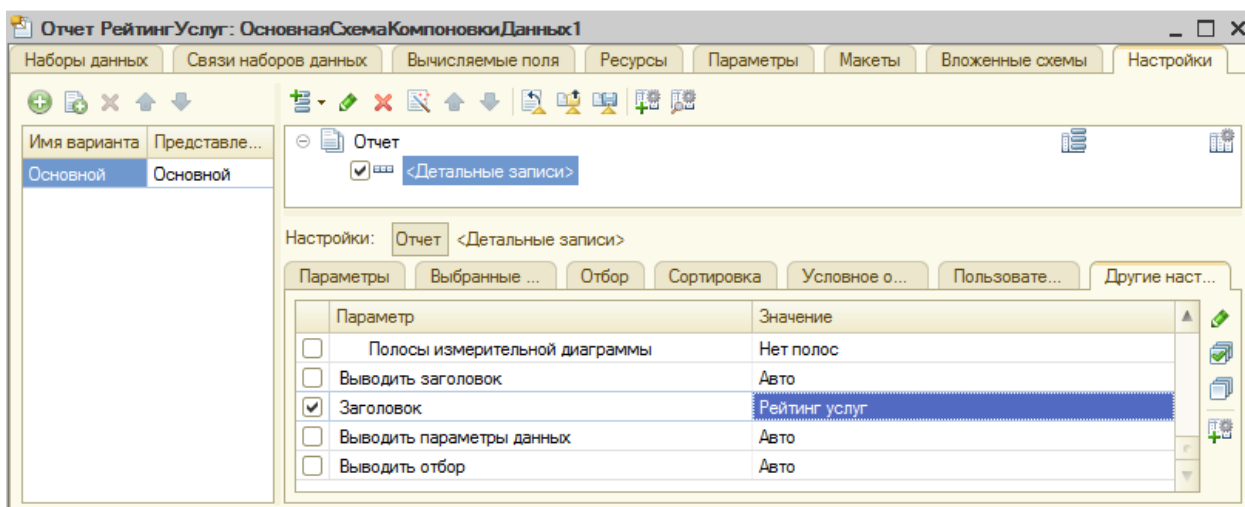

Рисунок 79 Настройки отчета
19. Добавьте заголовок *Рейтинг услуг* на вкладке **Другие настройки** (рис. 79):